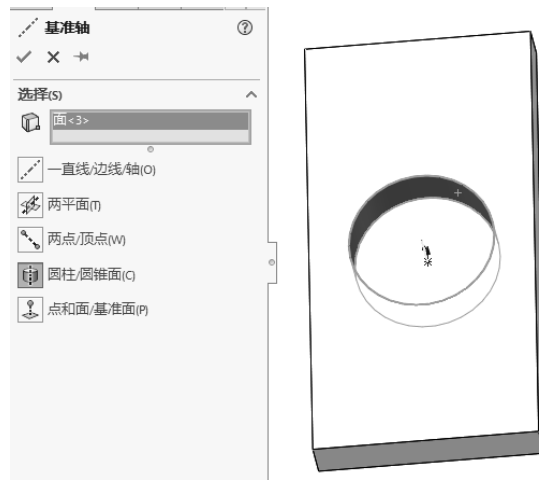

图 1-95 【圆柱/圆锥面】方式建立基准轴
(4) 使用【圆柱/圆锥面】方式建立基准轴，如图 1-95 所示。